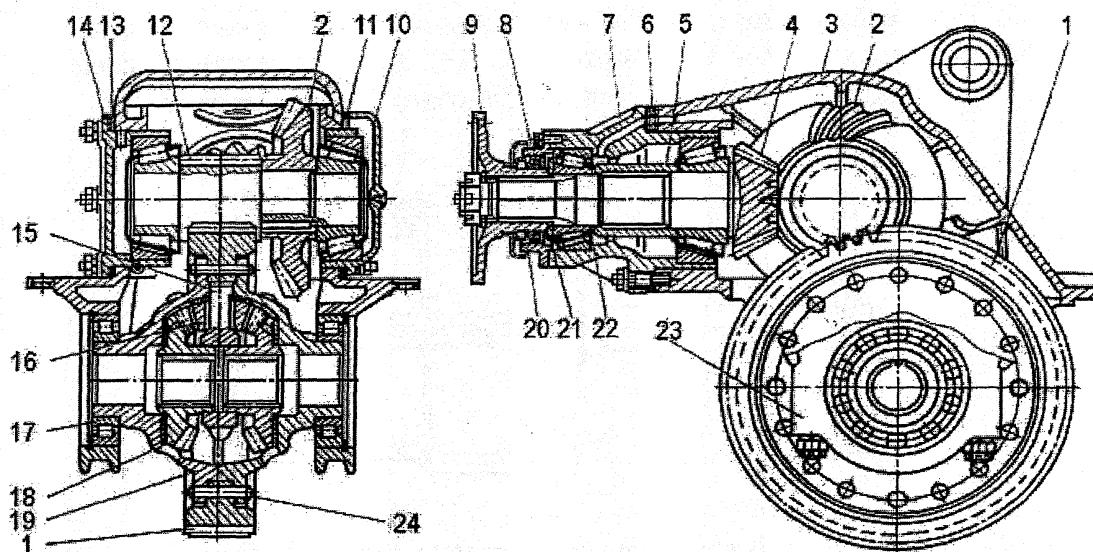
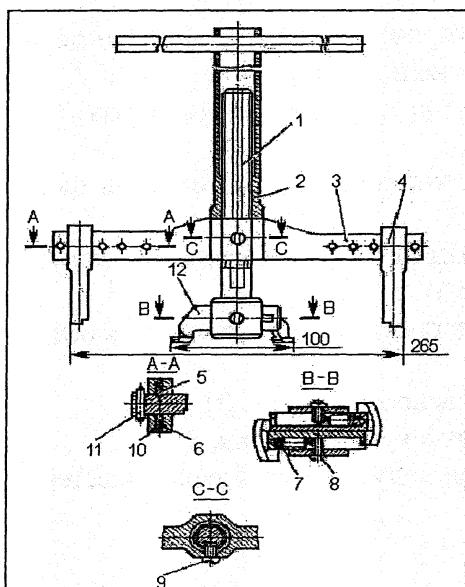
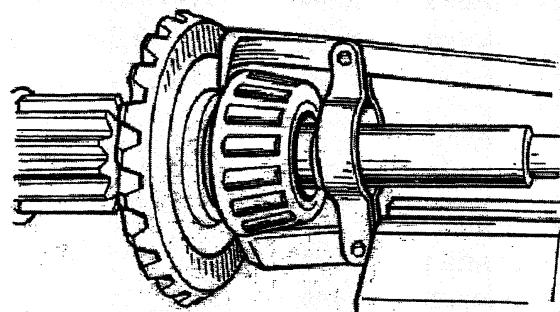
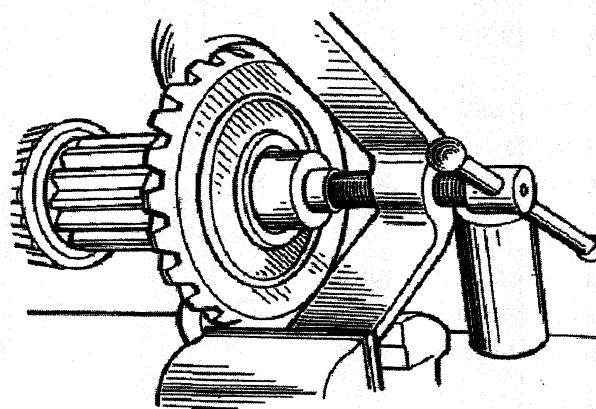

Рис. 30. Главная передача заднего (промежуточного) моста:
Рис. 31. Съемник для выпрессовки наружных колец подшипника из картера, крышек ведущей конической шестерни и ступиц колес:
Рис. 32. Спрессовка внутреннего кольца подшипника
Рис. 33. Спрессовка ведомой конической шестерни
1. Снять крышки 23 (рис. 30) подшипников дифференциала, а затем дифференциал в сборе. Установить крышки на прежние места.
8. Съемником (рис. 31) выпрессовать наружные кольца конических подшипников из картера ведущей конической шестерни 4 (см. рис. 30), правой 10 и левой 14 крышек.
Съемником (рис. 32) спрессовать внутренние кольца подшипников с хвостовика ведущей конической шестерни 4 (см. рис. 30) и с шеек ведущей цилиндрической шестерни 12. Наружные и внутренние кольца конических подшипников при разборке связать проволокой во избежание их разукомплектования.
9. Съемником (рис. 33) спрессовать ведомую коническую шестерню 2 (см. рис. 30).
2. Запрессовать в корпус 7 (см. рис. 30) подшипников ведущей конической шестерни наружные, кольца подшипников
22. Установить на шпильки крепления крышки 14 (см. рис.30) левого подшипника регулировочные прокладки 13 в том же количестве, как и для правой крышки 10. После чего установить левую крышку 14 и закрепить ее двумя гайками.
Если зазор обнаружен, то нужно удалить часть прокладок из-под крышек 10 и 14 (см. рис. 30). Общая толщина удаляемых из-под обеих крышек прокладок должна быть больше замеренного осевого зазора на 0,05-0,08 мм для создания предварительного натяга.
- смазать 3-4 зуба ведущей конической шестерни 4 (см. рис. 30) тонким слоем масляной краски с обеих сторон зуба;